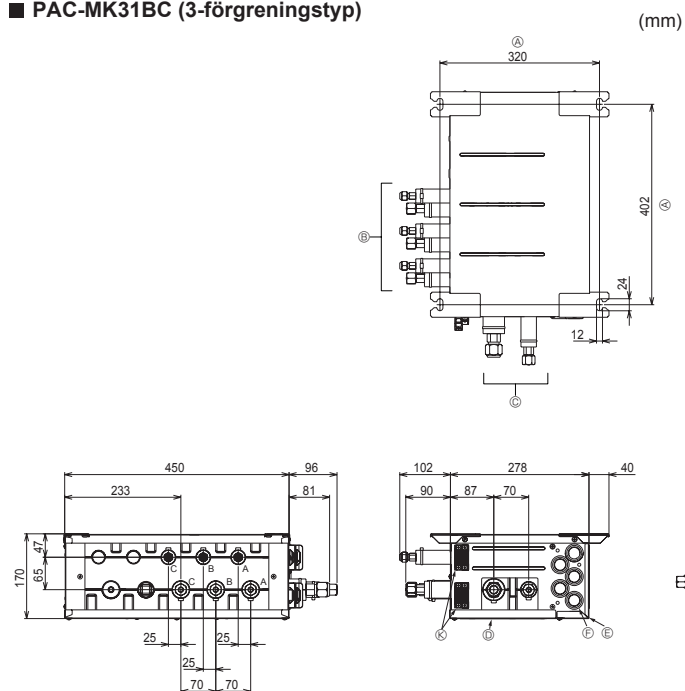

Fig. 4-3
■ PAC-MK31BC (Fig.4-3) Upphångningsbult: W3/8 (M10) Kylrör med flänsad anslutning